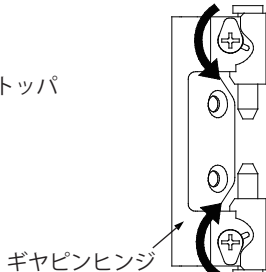

図 2 蝶番ピンの外し方
- (2) 扉の開角度を約 90°に保ち、ギヤピンヒンジのねじ部を矢印の方向にドライバーで回し、蝶番ピンのはめ合いを外します。(図 2)